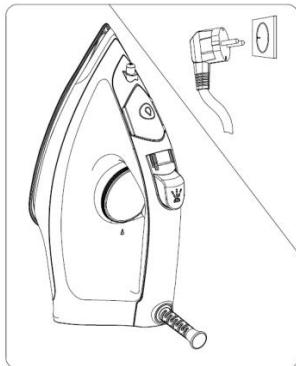

Fig.3
69. Sluit het apparaat aan op de stroombron (zie Afb. 3) en selecteer de juiste temperatuur volgens het materiaal van de te strijken kleding (zie Afb. 4). Raadpleeg de secties "**STRIJKTIPS**" en "**EXTRA ETIKET**" bij het selecteren van de temperatuur. De indicator licht op, wat aangeeft dat het strijkijzer aan het voorverwarmen is. En de indicator brandt continu tijdens het voorverwarmen. Nadat het voorverwarmen is voltooid, gaat de indicator uit en is het strijkijzer klaar voor gebruik.